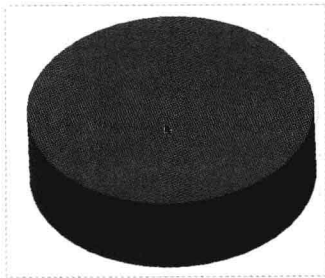

图 6-19 选择放置平面
Step 04 单击“关闭”面板中的“确定”按钮，完成截面绘制并退出草绘环境，在绘图区选择合适的平面作为放置平面，如图 6-19 所示。